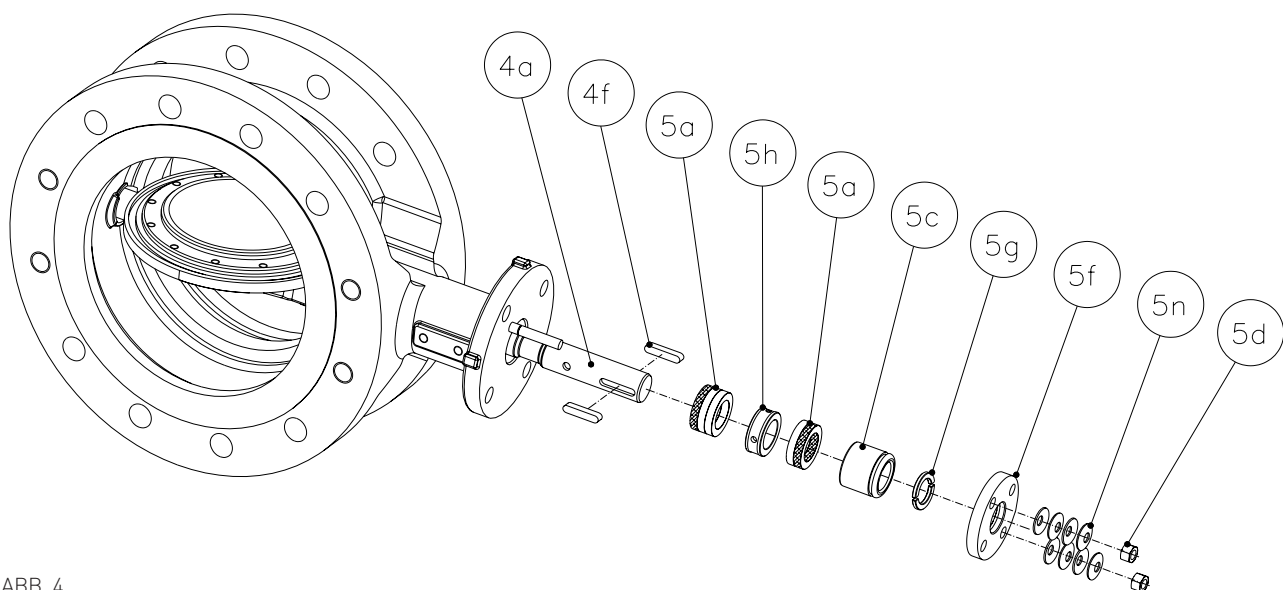

ABB. 4
Packungsbereich siehe Abb. 4.
6. Jeden neuen Packungsring (5a) außen mit einem dünnen Ölfilm einstreichen (geeignete Ölsorten s. Seite 10, Tab. IV). Setzen Sie zwei neue Packungsringe ein und achten Sie darauf, die beiden umflochtenen Ringe unterhalb und oberhalb des Packungssatzes einzusetzen. Ist die Armatur mit einer Spüleinrichtung für die Packung ausgerüstet, bauen Sie den Zwischenring (5h) in der gleichen Reihenfolge wie zuvor beim Ausbau (oder wie in Abb. 4 dargestellt) ein. Bei geteilten Packungsringen sind die neuen Ringe mit jeweils um 180° versetzter Teilung einzusetzen.